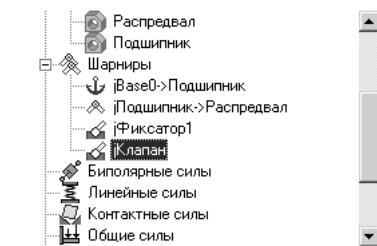

Рис. 2.18. Окно **Список элементов** после объединения и удаления тел и шарниров
- нажмите клавишу **Del** для удаления пункта (шарнира) **Пружина**. После последней операции в модели и в окне **Список элементов** осталось четыре шарнира, см. рис. 2.18;